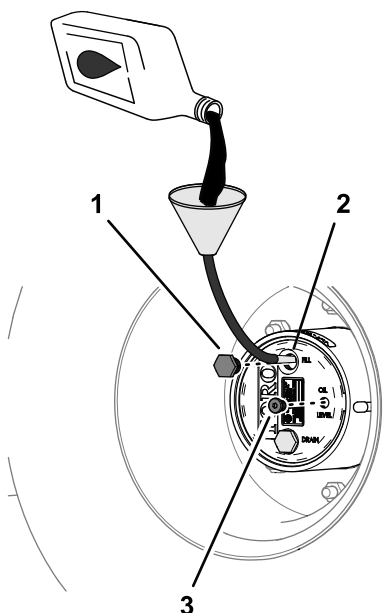

Figure 98
4. Si le niveau d'huile est trop bas, enlevez le bouchon de remplissage et ajoutez l'huile spécifiée jusqu'à ce qu'elle ressorte par le trou du bouchon de contrôle (Figure 98) ; voir Spécifications de l'huile du train planétaire \(page 77\).
6. Remettez en place les bouchons de remplissage et de contrôle (Figure 98).
1. Versez lentement l'huile pour engrenages spécifiée par l'orifice du bouchon de remplissage ; voir Figure 98 sous Contrôle du niveau d'huile du train planétaire \(page 77\).
3. Remettez en place les bouchons de remplissage et de contrôle ; voir Figure 98 sous Contrôle du niveau d'huile du train planétaire \(page 77\).